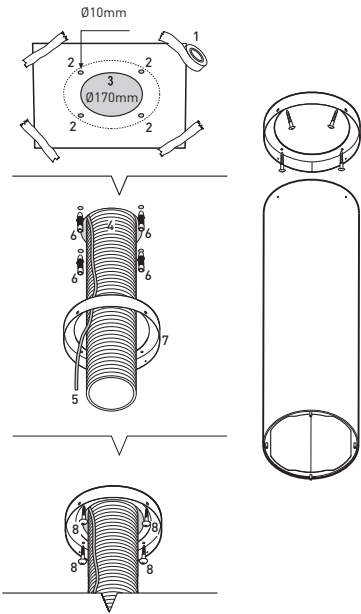

Fig. 2
1. Fäst den medlevererad schablon i taket. (fig. 2)
2. Borra 4st hål Ø10mm. (fig. 2)
3. Gör ett Ø170mm stort hål i taket för evakueringen. (fig. 2)
4. För Ø160mm flexibel slang (extra tillbehör) genom hålet i taket. (fig. 2)
5. Sätt medlevererade pluggar i de fyre hålen enligt. (fig. 2 (jf. punkt 2))
6. Takflänsen träs på den flexibla slangen. (fig. 2)
7. Skruvar fast takflänsen med 4st. självängående skruvar. (fig. 2)